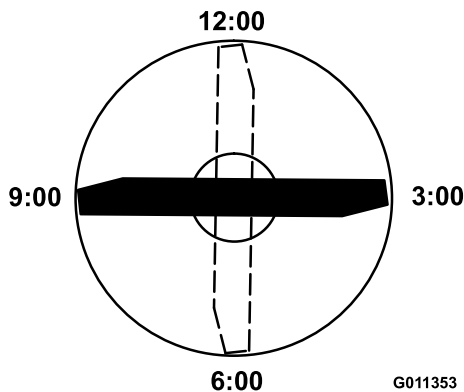

Bild 122
4. Positionieren Sie die Schnittkante der markierten Messerseite in die 12-Uhr-Stellung (geradeaus in Mährichtung) (Bild 122) und messen die Höhe vom Tisch bis zur Schnittkante.
5. Drehen Sie die markierte Seite des Messers auf die 3- und die 9-Uhr-Stellung (Bild 122) und messen die Höhe.